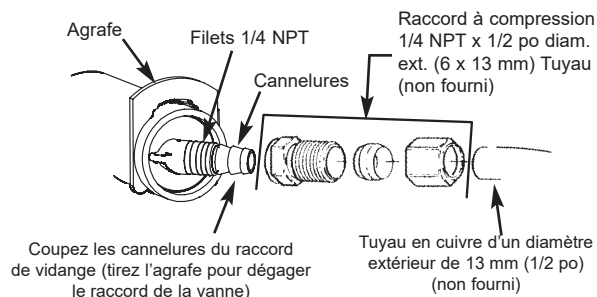

FIG. 4
- Vanne simple de dérivation : placez les joints toriques lubrifiés dans la vanne, puis insérez-la dans les orifices d'entrée et de sortie (cf. Figures 4 et 5).
- Dérivation à 3 robinets : placez un joint torique lubrifié dans chaque adaptateur de montage en plastique; insérez un adaptateur dans l'orifice d'entrée, puis l'autre dans l'orifice de sortie de la vanne de dérivation (cf. Figures 4 et 5).
Une conduite d'eau froide en métal sert souvent à la mise à la terre du système électrique de l'habitation. L'installation de la dérivation à trois robinets, illustrée à la Figure 4, maintiendra la continuité de terre. Mais la continuité sera rompue si vous installez une dérivation en plastique. Pour rétablir la continuité, procédez comme suit :
- Prenez une longueur de tuyau, diamètre intérieur de 1/2 po (13 mm), puis fixez-le au raccord de vidange de la vanne avec un collier de serrage (cf. Figure 4 à la page 7).
- Faites déboucher le tuyau sur un point de vidange approprié (avaloir de sol, puisard, cuve à lessive, etc.). Consultez et observez les codes locaux. Reportez-vous à la Figure 4 à la page 7 si les codes prescrivent une longueur de tuyau rigide.